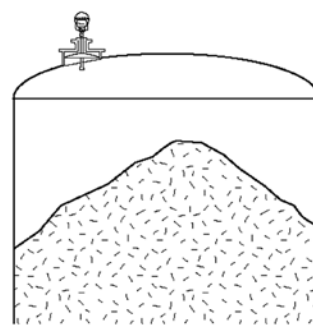

Рис.11.
**Пример 5 (рис.11).** Уровнемеры 5600 широко используются для измерений уровня твердых и сыпучих материалов, обладающих чрезвычайно малой диэлектрической постоянной, и, соответственно, малым коэффициентом отражения радарных импульсов, таких как цемент. Подобное применение требует использования антенны, обеспечивающей наибольшую чувствительность и позволяющей улавливать и распознавать слабые эхо-сигналы (параболическая антенна 18").